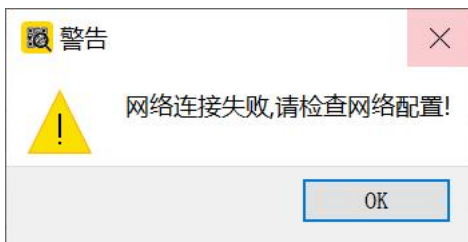

Fig 17. 网络连接失败
- (1) 输入读码器的 IP 地址. 其出厂默认 IP 地址为 192.162.5.25。若更改过读码器的 IP 地址，请输入相应的正确 IP 地址。
- (2) 如果主机带有多个网卡，请选择与读码器相匹配的主机地址，否则会跳出如 Fig 17 所示的错误提醒。